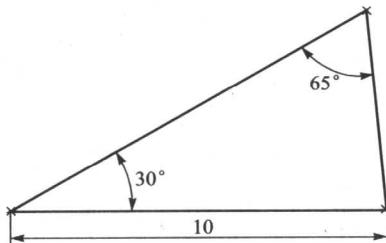

图 1-1 【练习 1-1】完成图
**【练习 1-1】** 绘制三个点作为三角形顶点，绘制如图 1-1 所示的三角形。
单击草绘工具栏中的“修改尺寸”按钮 ，将尺寸修改为图 1-1 所示的数值。